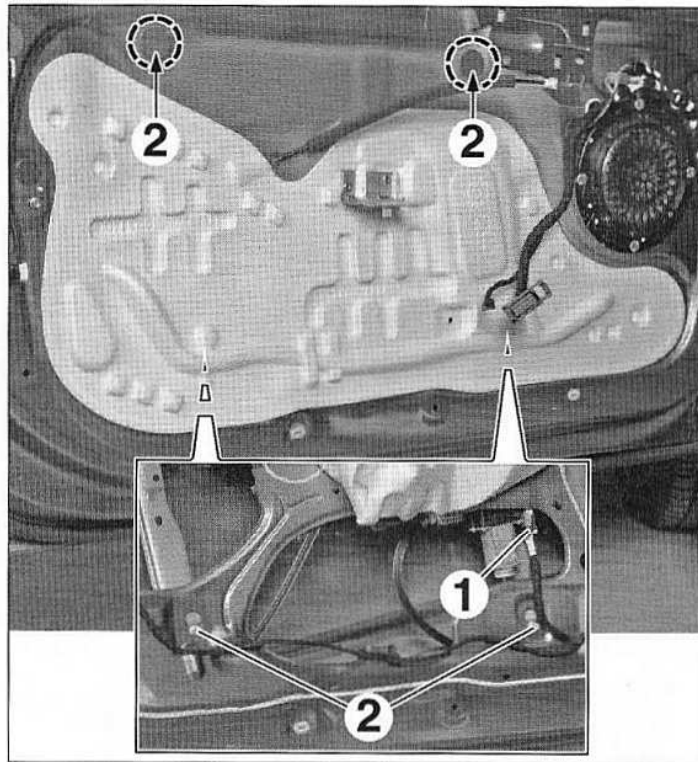

FIG.49
- Débrancher le connecteur (1) (Fig.49).
- Desserrer, sans les déposer, les vis (2).